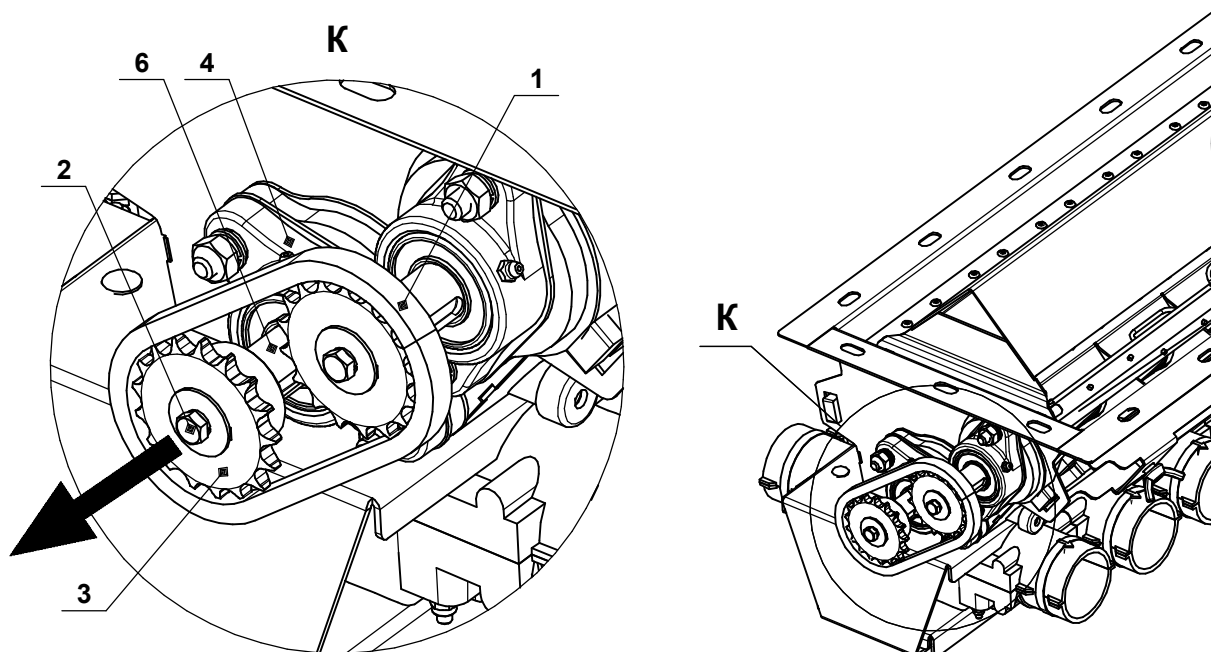

Рис.100 - Цепь дозатор -ворошилка.
1. Снимите цепь между валом дозатора и валом ворошилки (**поз.1** рис.100).
2. Выкрутите крепежный болт М8 (**поз.2** рис.100) и снимите звёздочку с вала дозатора (**поз.3** рис.100).
3. Шестигранником на "3" ослабляем стопорные винты обоймы подшипника (**поз.5** рис.100) на обоих подшипниках с правой и левой стороны дозатора (**поз.4** рис.100).
4. Открутите подшипник (**поз.4** рис.100) со стороны звездочки и вытаскиваем вал (**поз.6** рис.100) в сторону звёздочки(**поз.3** рис.100).